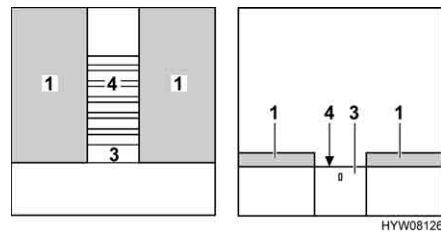

Bild 116 Under ombyggnaden
- Om utdragningsanordningen (Bild 116,3) har en spärr: Fatta tag bakom kanten och frigör utdragningsanordningen.
- Dra ut ribbotten (Bild 116,4) resp. förlängningen med utdragningsanordning helt.